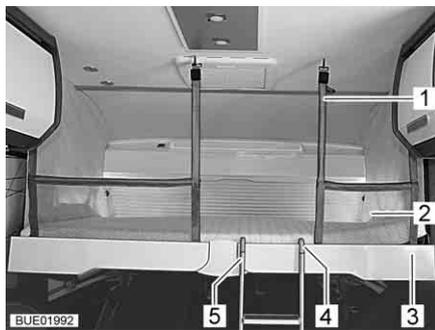

Fig. 142 Letto basculante con rete protettiva montata
Se è disponibile una rete protettiva (Fig. 142,2), questa è sistemata con le cinture di ritegno sotto il materasso del letto basculante. Fissare la rete protettiva soltanto dopo che le persone si sono stese nel letto basculante.
- Agganciare le cinture di ritegno (Fig. 142,1) ai ganci del soffitto.
- Agganciare la scala a gradini (Fig. 142,5) con le due staffe (Fig. 142,4) nella barra di presa (Fig. 142,3) al letto basculante.